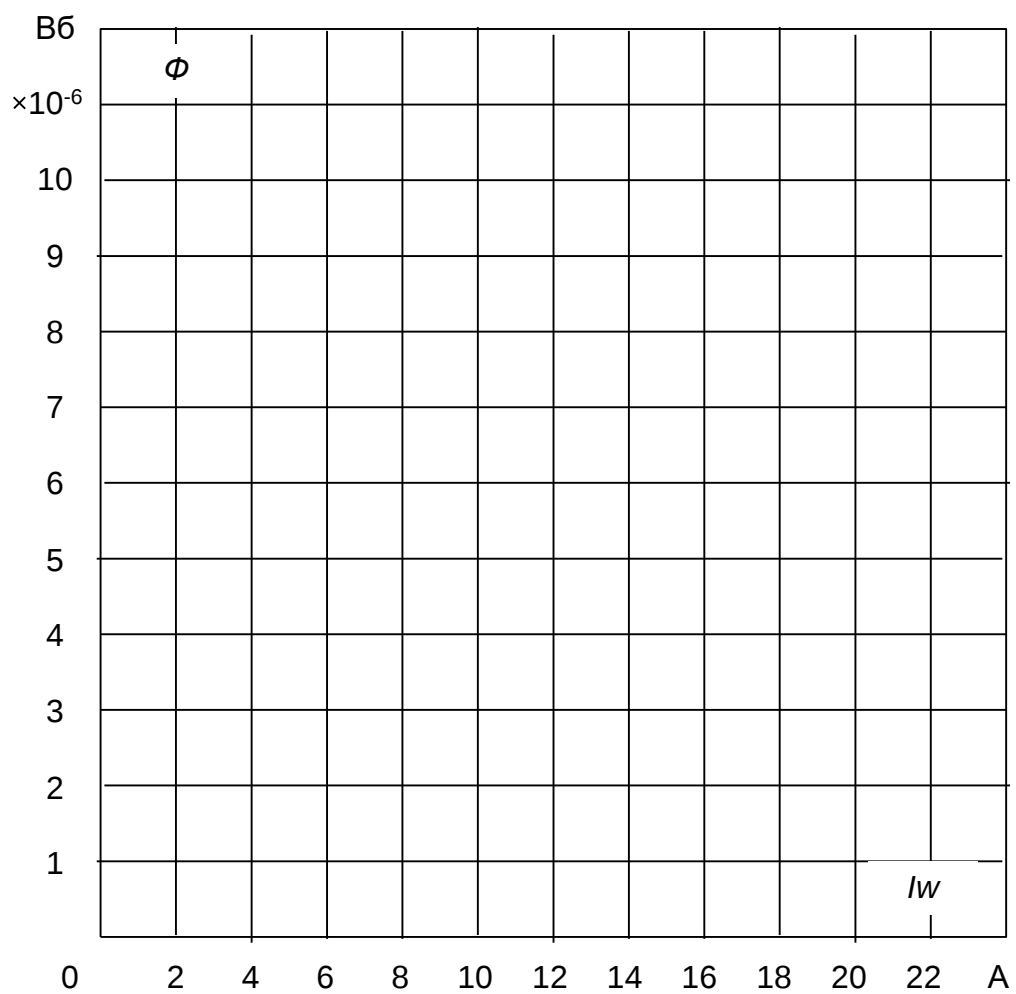

Рис. 5.6. График магнитного потока.
- На рис. 5.6 постройте две рассчитанные характеристики $\Phi(I_w)$ и сравните их с опытными.